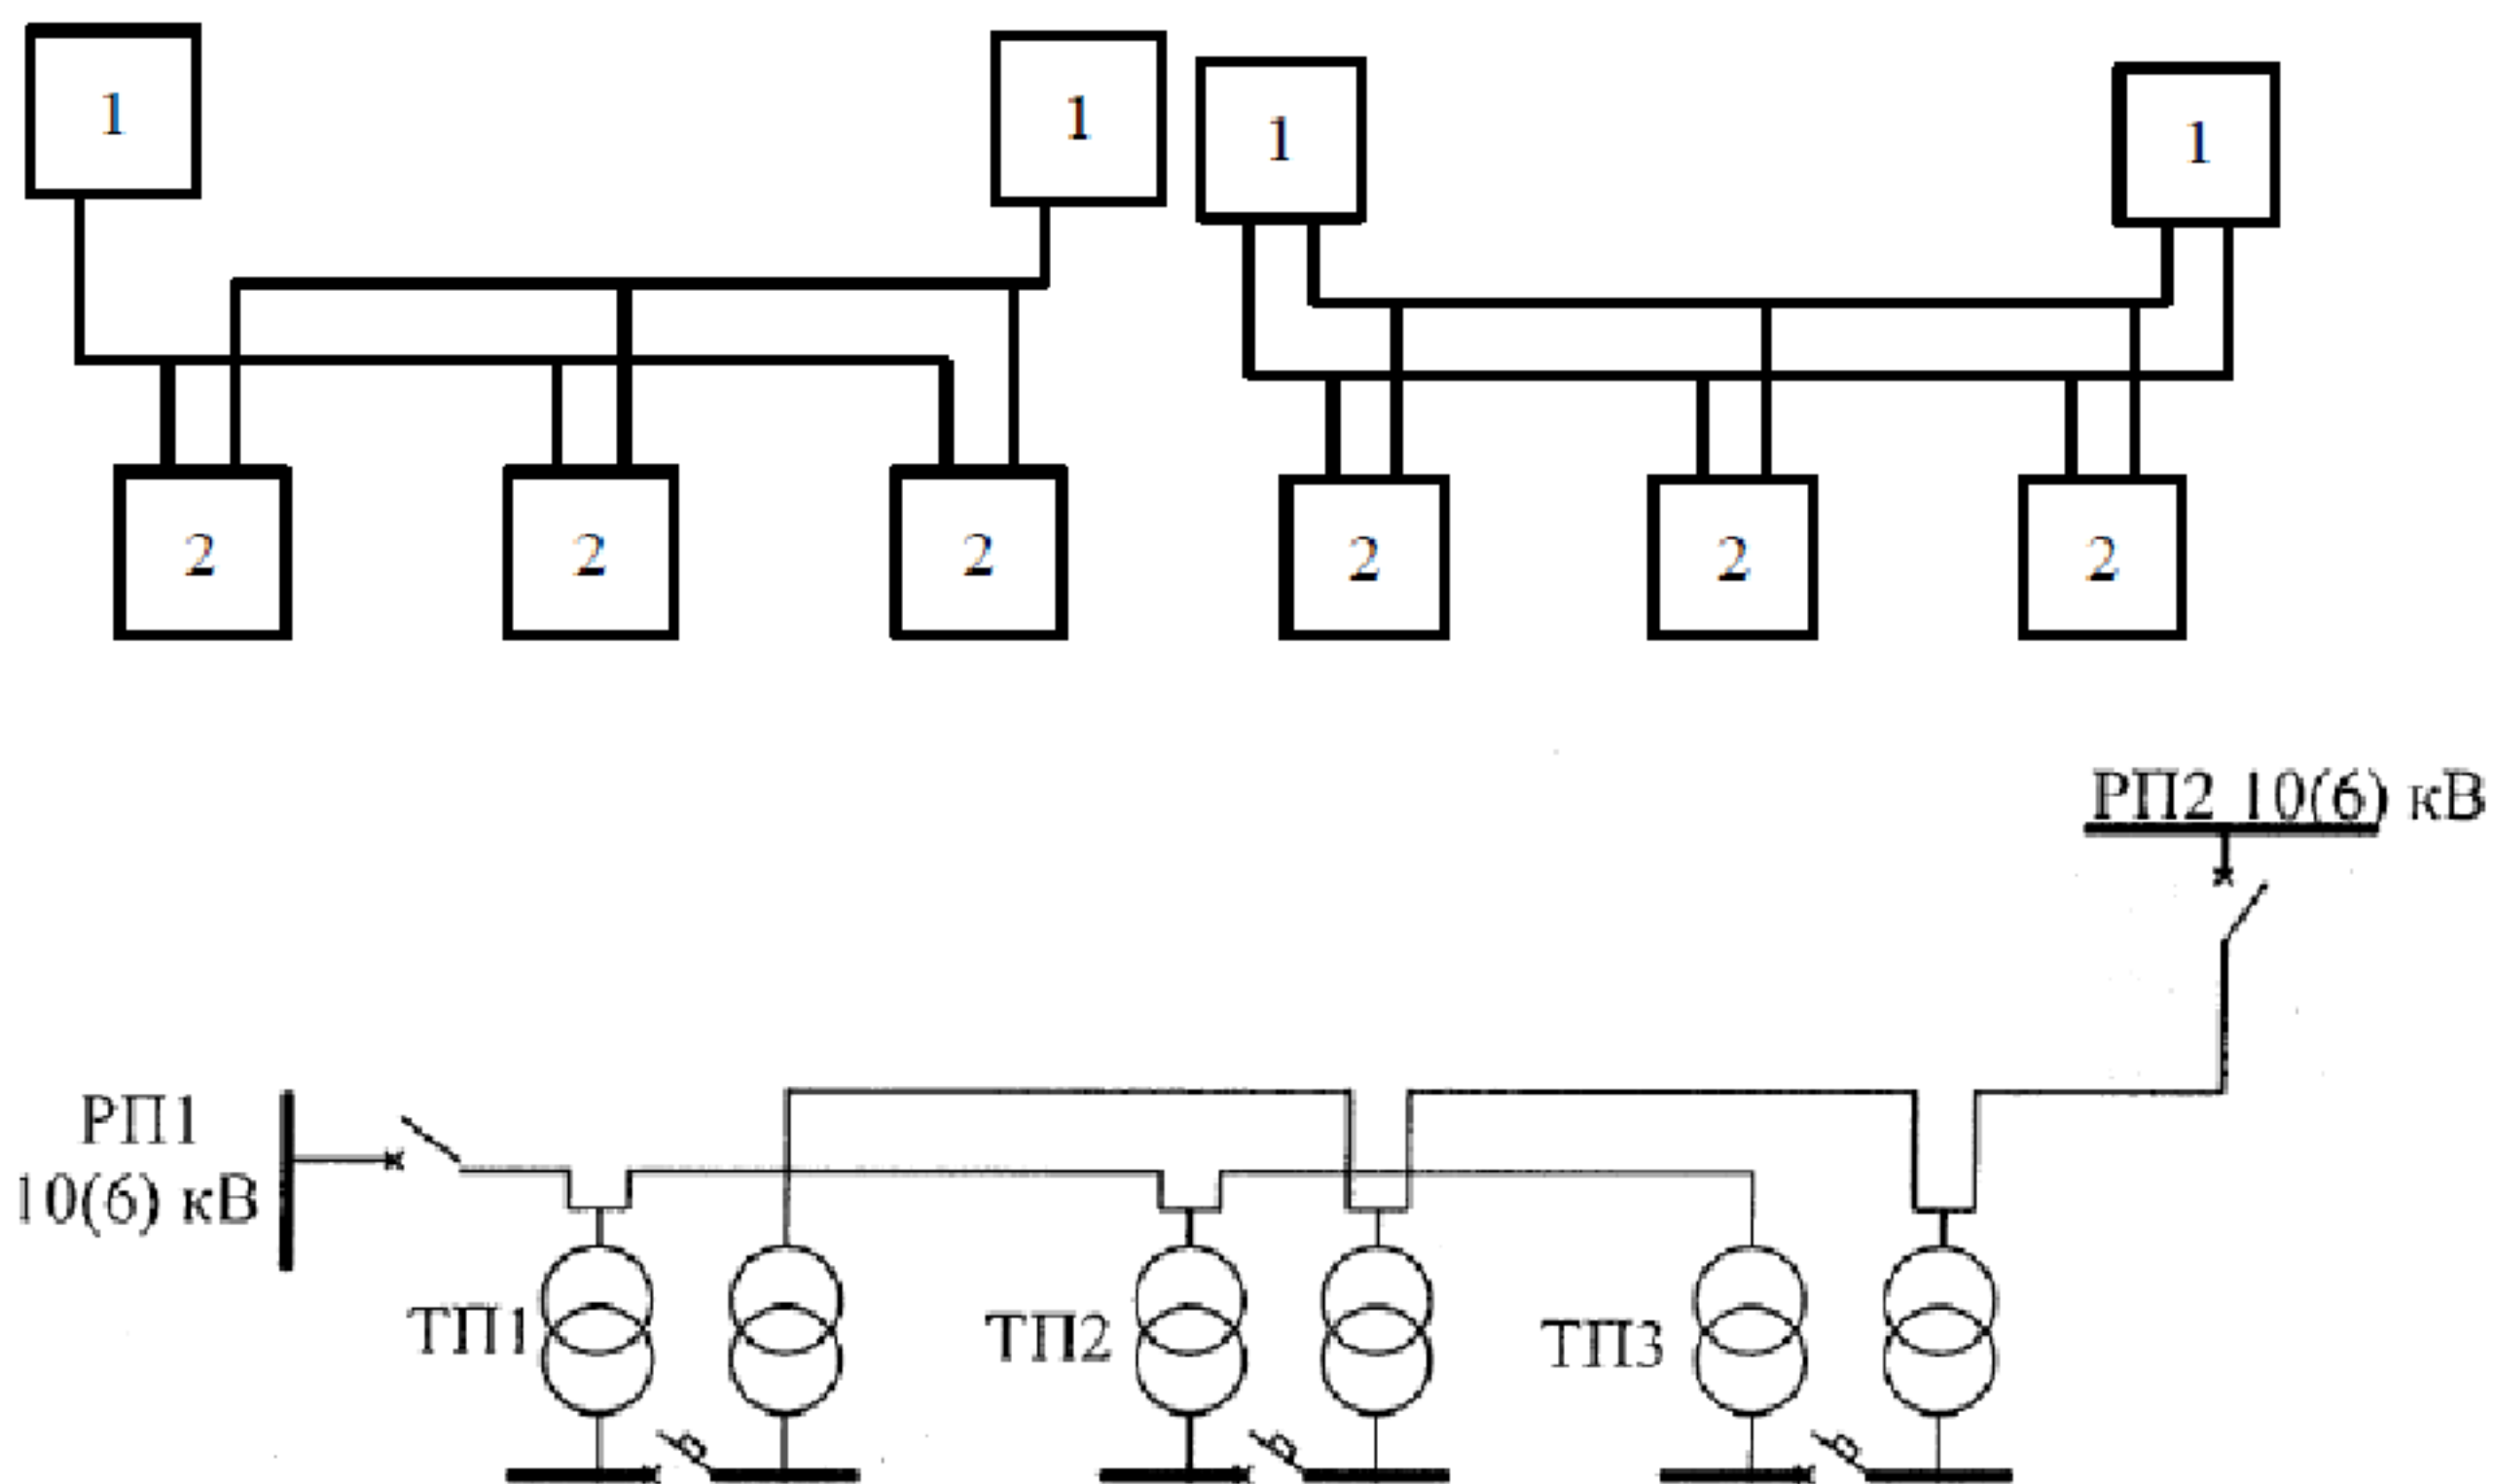

Рисунок 5 – Двойная магистраль с двухсторонним питанием
- двойные (встречные) магистрали с двусторонним питанием (рисунок 5), когда цепочки линий электропередачи двух магистралей идут к двухтрансформаторным ТП от разных секций РУ встречно друг другу;